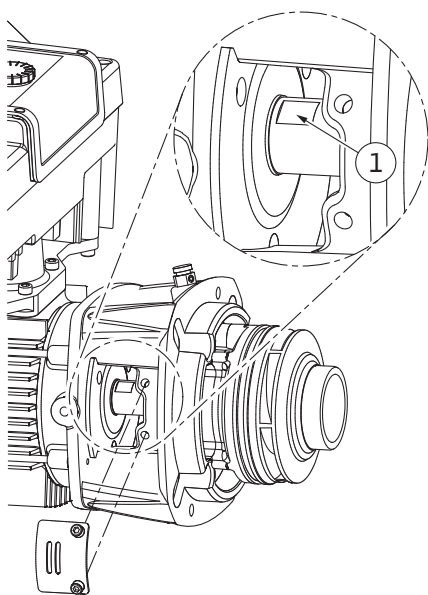

Fig. 110: Površine ključa na vratilu
14. U prozor laterne uvedite čeljusni ključ (širina 22 mm) i čvrsto držite vratilo za površine za ključ (Fig. 110, poz. 1). Odvrnite maticu radnoga kola (Fig. I, poz. 22). Radno kolo (Fig. I, poz. 21) automatski se skida s vratila.
3. U prozor laterne uvedite čeljusni ključ (širina 22 mm) i čvrsto držite vratilo za površine za ključ (Fig. 110, poz. 1).
10. U prozor laterne (Fig. IV, poz. 38) uvedite čeljusni ključ (širina 32 mm) i čvrsto držite vratilo za površine za ključ (Fig. 110, poz. 1). Montirajte radno kolo s podložnom pločicom (podložnim pločicama) i maticom. Zategnite maticu. Izbjegavajte oštećenja klizno-mehaničke brtve zbog zapinjavanja.